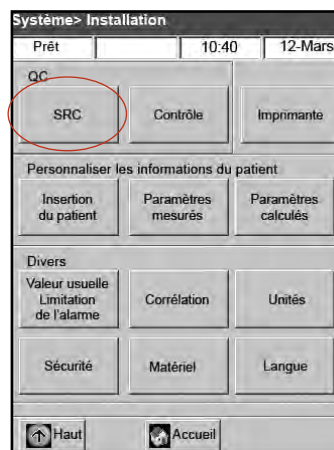

Figure B-5 : Écran "Système > Configuration"
- c. Sur l'écran "Système > Configuration", sélectionnez "SRC" (Figure B-5).